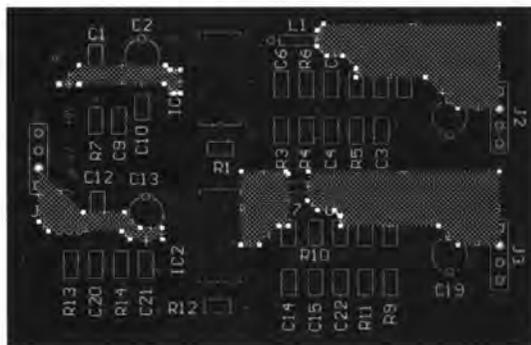

图 8-130 放置多边形填充
- [4] 执行【放置】/【实心填充】命令,在网络“1.5V/6A”、“3.3V/5.57A”、“+5V”、“NetC17_2”处分别放置多边形填充,以承担较大的电流,如图 8-130 所示。